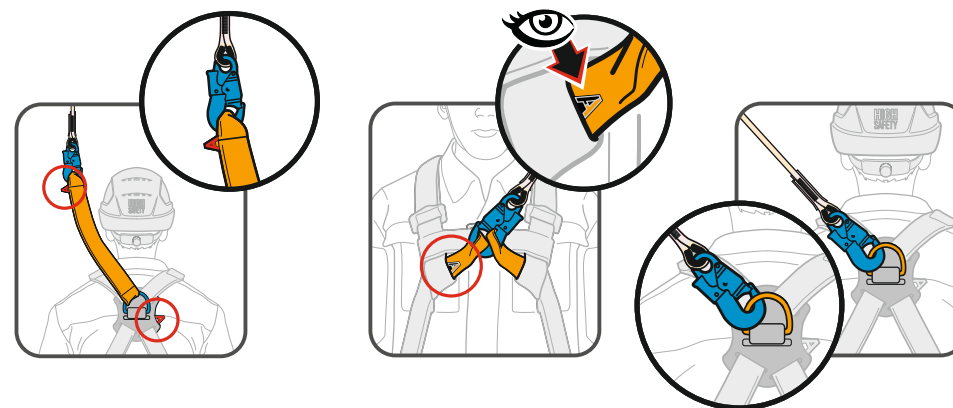

Рис. 10 Соединение стропы с точками крепления на привязи.
3. Соединить строп с точкой крепления на привязи с маркировкой «А» (буква «А» должна быть полностью закрашена) (**рис. 10**).
3. Соединить строп с точкой крепления на привязи с маркировкой «А» (буква «А» должна быть полностью закрашена) (рис. 10).